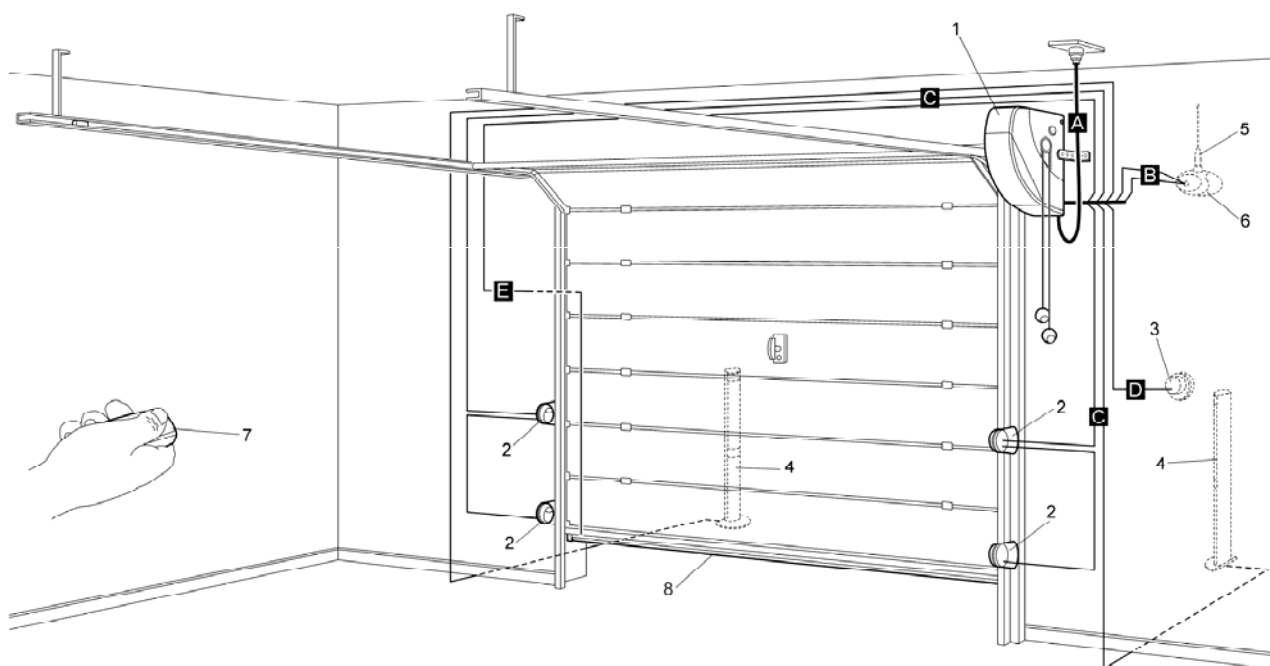

Рис. 3
### 4.1 СТАНДАРТНАЯ СХЕМА УСТАНОВКИ (см. Рис. 3)
Рис. 3 на рисунке изображен монтаж электродвигателя Soop. На чертеже показаны необходимые для соединения детали и кабели; они собраны по стандартной схеме.
**Сборка/монтаж механических компонентов на рис.3:**
**Соединение электрокабелей Рис.. 3:**
### 4.3 ПРОКЛАДКА ЭЛЕКТРОКАБЕЛЕЙ (см. Рис. 3 и Таблицу 1)
После того, как были установлены все механические компоненты, начните прокладку необходимых кабелей. Рекомендованная схема размещения компонентов и прокладка кабелей изображена на рис. 3.
### ТЕХНИЧЕСКИЕ ХАРАКТЕРИСТИКИ ЭЛЕКТРОКАБЕЛЕЙ (Буквы, соответствующие кабелям, указаны также на рис. 3)